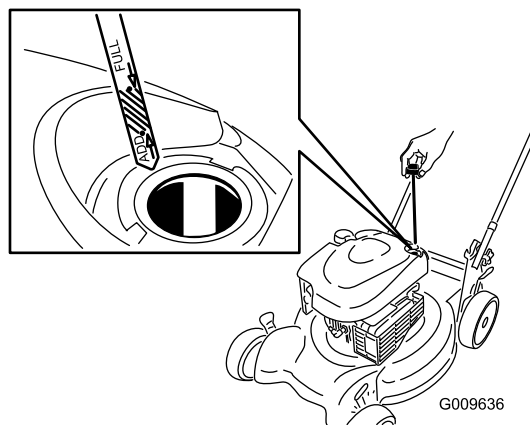

Figura 18
2. Retire la varilla (Figura 18).
4. Vierta **lentamente** aceite en el tubo de llenado hasta que el nivel llegue a la marca **"Full"** (lleno) de la varilla (Figura 18). **No llene demasiado.** (Capacidad máxima: 0,59 l (20 onzas), tipo: SAE 30, aceite detergente con clasificación de servicio API SF, SG, SH, SJ, SL o superior.)